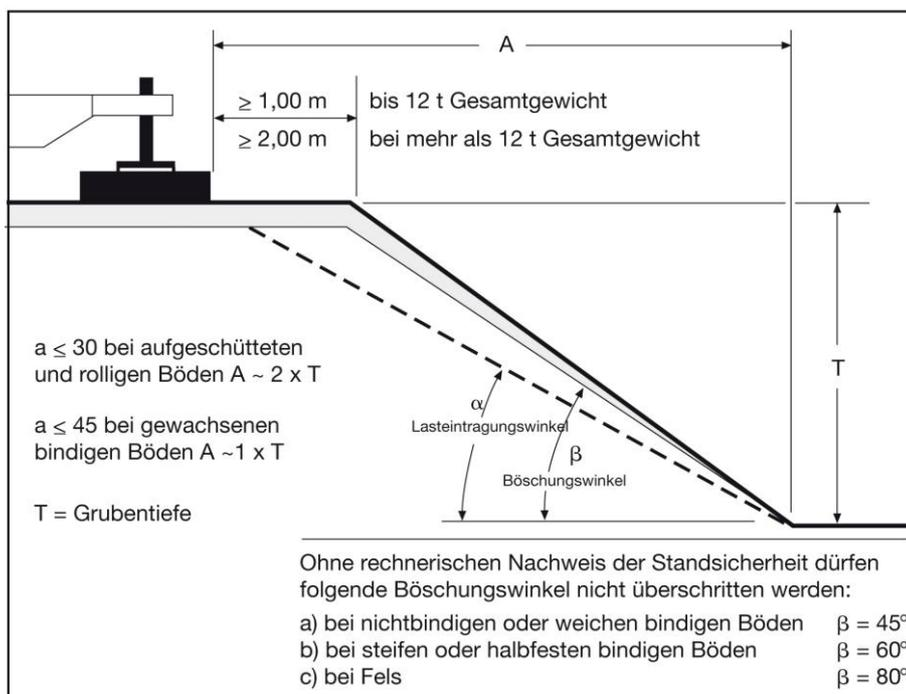

Bild 1: Kranaufstellung an Böschungen und Baugruben
Bei Kranaufstellung an Böschungen und Baugruben ist Bild 1 zu beachten (BGV C22):
1. Linienauflager auf Konsole (linienförmiges Konsolauflager) siehe Bild 1